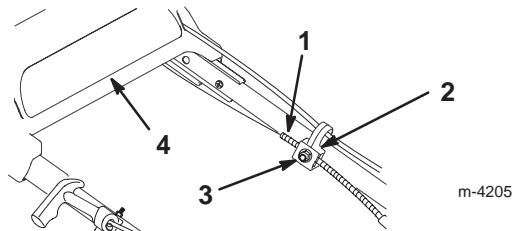

Figure 1
- Desserrez l'écrou du support de guidage du câble (Fig. 1).